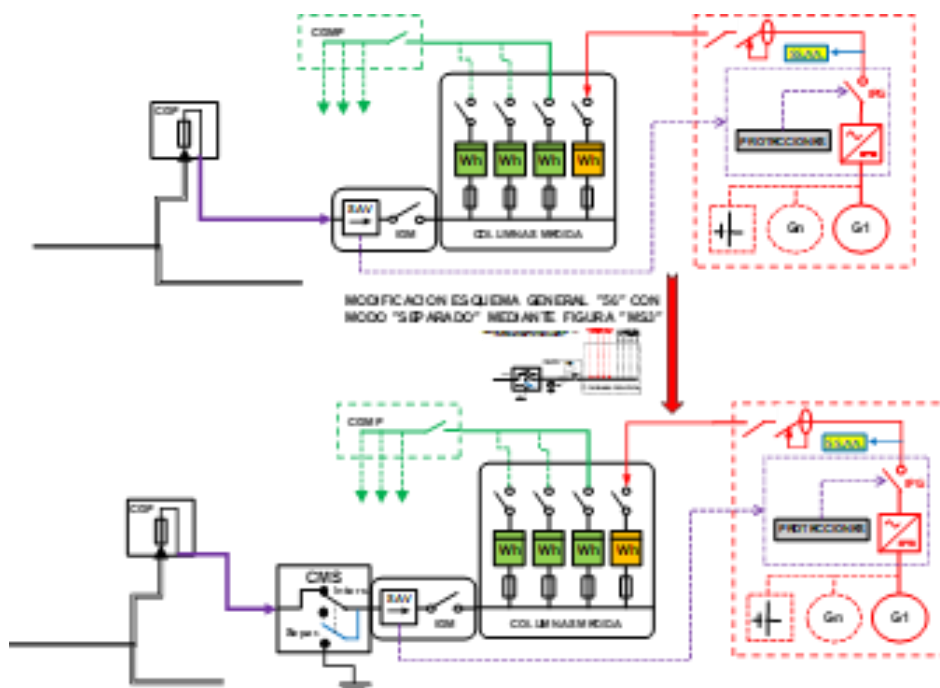

Figura 2. Modificación del esquema de conexión para funcionamiento Separado.
- Finalmente, si el autoconsumo se diseña con la posibilidad de funcionar en modo “Separado”, le corresponderá el mismo esquema de conexión correspondiente al modo de funcionamiento “Dependiente” (mismos elementos: MAV, envolventes y líneas), pero en la tabla del **Anexo 04: Tabla de Esquemas de Conexión para Autoconsumos BT** se indica concretamente como se debe modificar dicho esquema de conexión de acuerdo a las figuras indicadas en el **Anexo 05: Leyenda y figuras de instalaciones excepcionales**, tal como a modo de ejemplo se indica en la **Figura 2**: